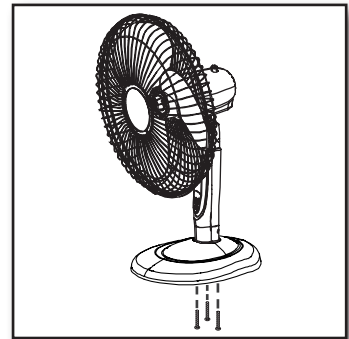

Figura 11.
2. Cambie la dirección del ventilador de mesa y asegure las 2 piezas juntas usando los 3 tornillos de la base para mesa. **Figura 11.**